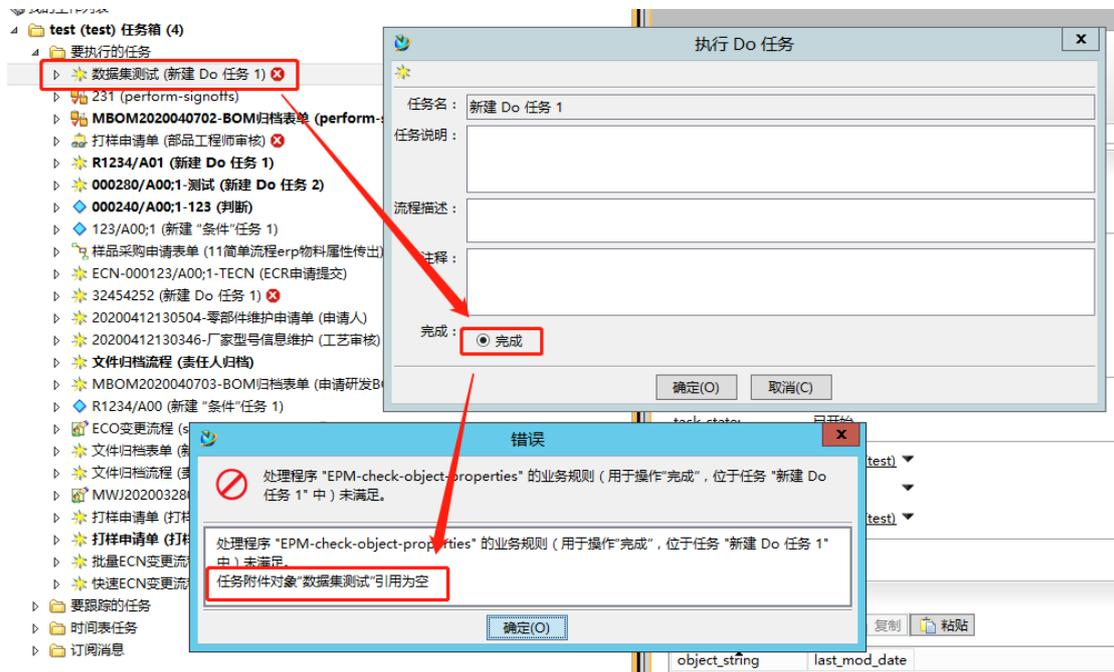

图 5
3.创建数据集进行测试, 如图 5 命名的引用为空, 对该数据集发起流程。